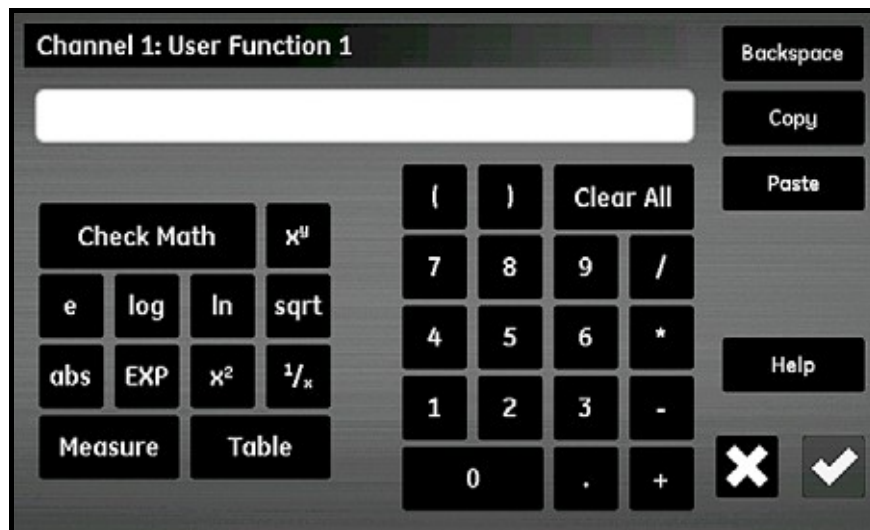

図61：ユーザ定義関数方程式の画面
3. User Function ボタンをタップし、関数名（Func 1、Func 2、Func 3、または Func 4）を選択します。次に Channel ボタンの真下の大きなテキストボックスをタップし、下図 61 に示すように Channel x : User Function y 画面を開き、関数方程式を入力します。関数の入力を終わったら、チェックボタンをタップして User Function Setup 画面に戻ります。
上图 61 のボタンにより、あらかじめ定義されているユーザ定義テーブルから標準的な数学関数のルックアップデータを含めることができます (69 ページ「ユーザ定義テーブルの入力」参照)。Check Math ボタンを使用して、方程式の定義の誤りを見つけます。また、いつでも Clear All ボタンをタップし、最初からやり直すことができます。画面の右上隅にある Copy および Paste の各ボタンを使用して、あるユーザ定義関数から別のユーザ定義関数に情報を複製することにより、同じ情報を何度も入力しなくて済みます。